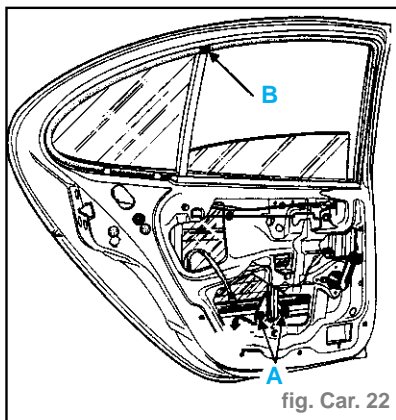

fig. Car. 22
- Déposer les deux vis de fixation (A) (tête hexagonale de **10**) de la vitre (fig. Car. 22).